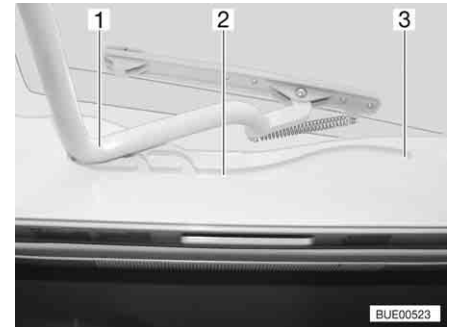

Fig. 81 Claraboya Heki, guía
- Tirar el estribo (Fig. 81,1) en las guías (Fig. 81,2) hasta la posición trasera final (Fig. 81,3).
- Empujar el estribo (Fig. 81,1) ligeramente hacia arriba con ambas manos.
- Tirar el estribo en las guías (Fig. 81,2) hasta la posición deseada.